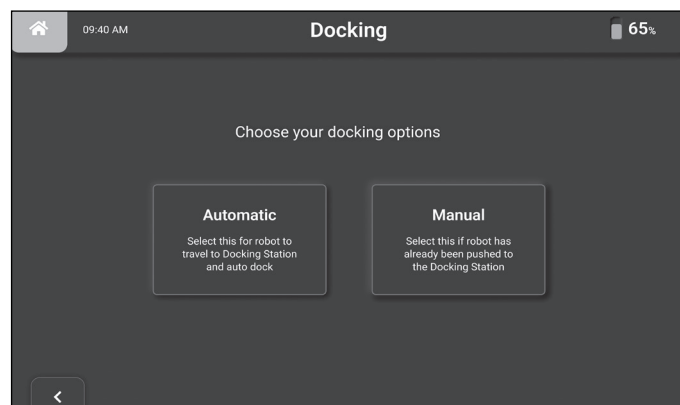

Abbildung 61
- Wählen Sie die bevorzugte Methode zum Andocken des Roboters über den automatischen oder manuellen Modus (Abb. 61).
4. Wählen Sie die Option „Manuell“, um die Maschine anzudocken (**Abb. 61**).